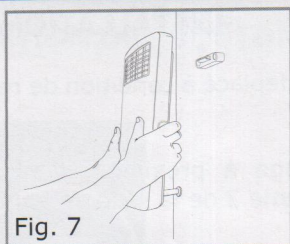

Fig. 7
- D) Accrocher l'appareil au support mural (fig. 7) en veillant à bien l'enfoncer dans l'ouverture située à l'arrière de l'appareil (E fig. 1).